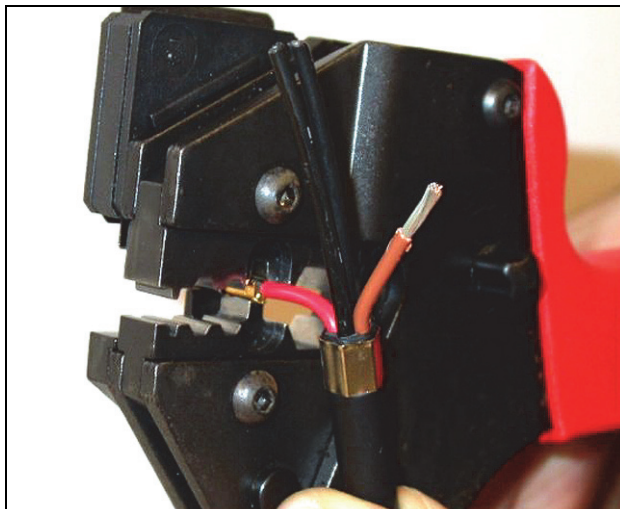

figura 30.14: Engaste de um contacto de tomada (2)
- 11 Empurre um dos fios de cobre descarnados em direcção à área do contacto de tomada e feche a ferramenta de engaste para engastar o contacto de tomada no fio de cobre (consulte a figura 30.14).